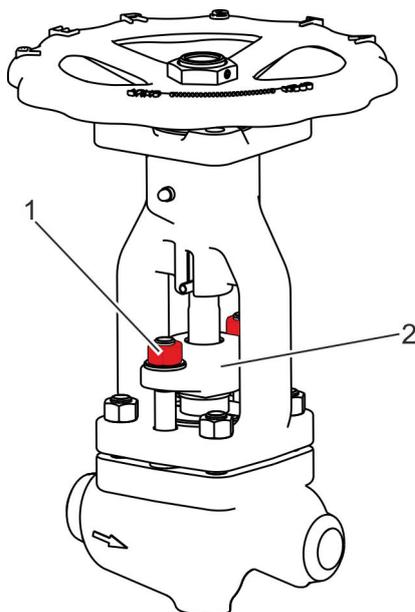

Abb. 48: Stopfbuchsbrille verschrauben
- 32.** Stopfbuchsbrille (Abb. 48/2) mit Scheiben und Muttern (Abb. 48/1) auf den Stiftschrauben im Gehäuse locker verschrauben.